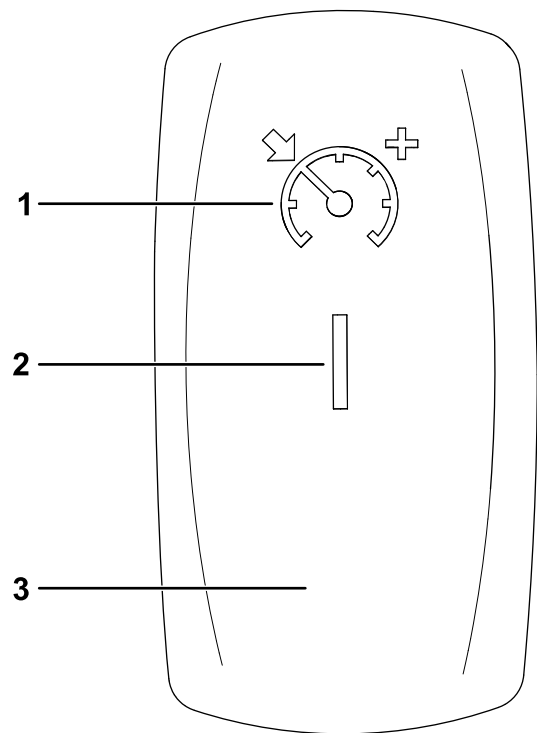

Bild 71
1. Stellen Sie den Tempomatschalter in die ON-Stellung (Bild 71).
2. Wenn Sie die gewünschte Fahrgeschwindigkeit erreicht haben, drücken Sie den Tempomatschalter nach oben, um den Tempomat zu aktivieren/einzustellen (Bild 71).
Um die Geschwindigkeit des Tempomats zu erhöhen, drücken Sie den Schalter nach oben, bis Sie die gewünschte Geschwindigkeit erreicht haben (Bild 71).
Um den Tempomat auszuschalten, drücken Sie den Schalter nach unten, in die OFF-Stellung (Bild 71).